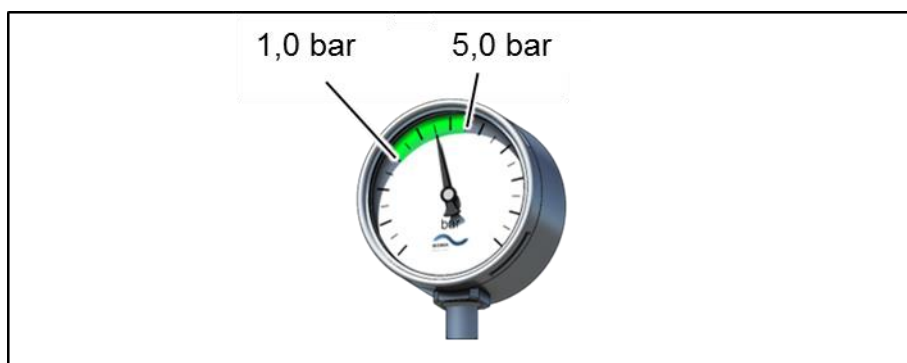

Figura 15: Manometro della pressione iniziale
11. Regolare la pressione iniziale nell'intervallo da 1,0 a 5,0 bar (Figura 15), ad es. intervenendo sulla pompa della pressione iniziale (se presente).